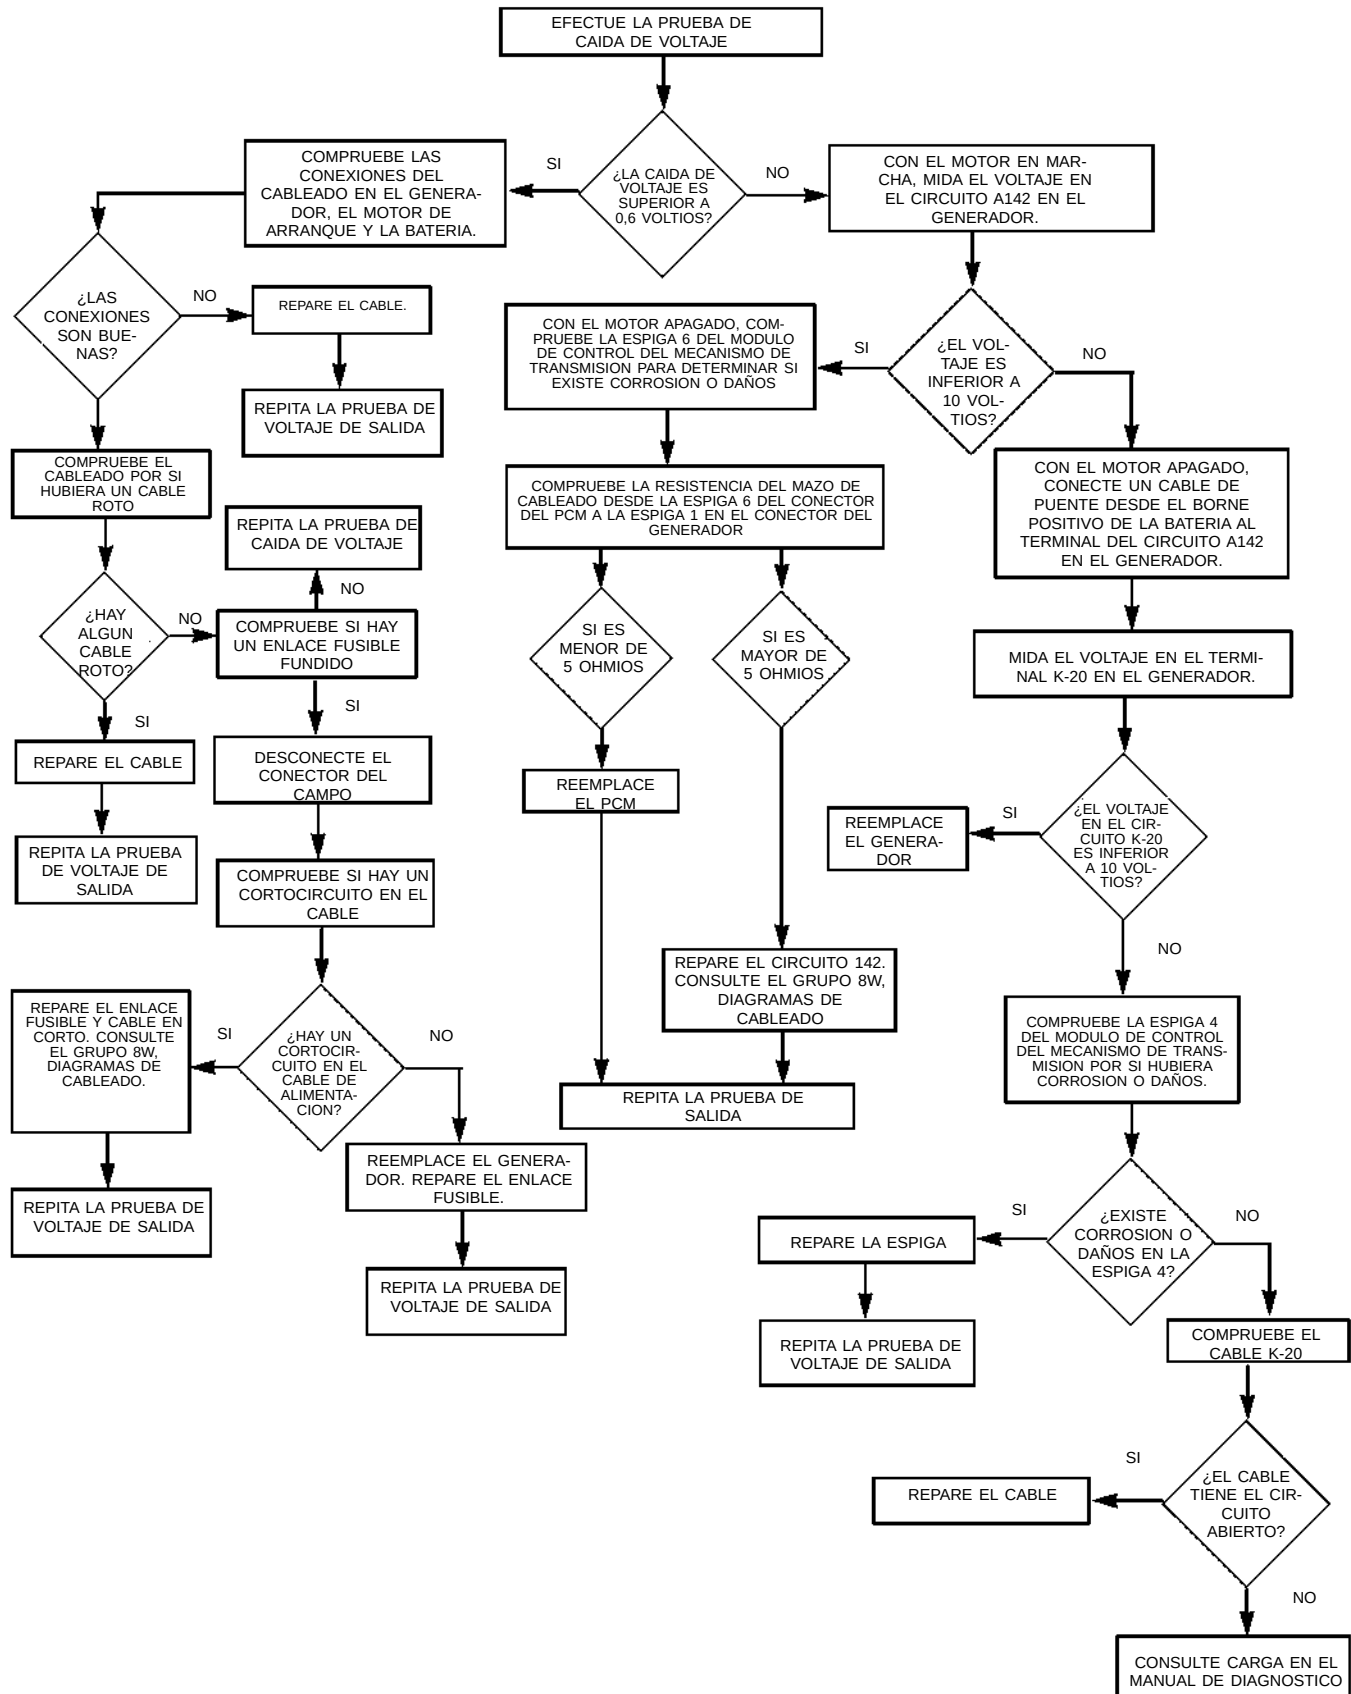

Fig. 5 Prueba de caída de voltaje
(2) Antes de comenzar la prueba, asegúrese de que la batería se encuentra en buenas condiciones y completamente cargada. Para mayor información, consulte el Grupo 8A, Batería.
(3) Verifique el estado de los cables de la batería. Límpielos de ser necesario.
(4) Efectúe la prueba de Resistencia del cable de salida (prueba de caída de voltaje) (Fig. 5). Esto garantizará que las conexiones eléctricas de generador/batería se encuentren limpias y correctamente apretadas.